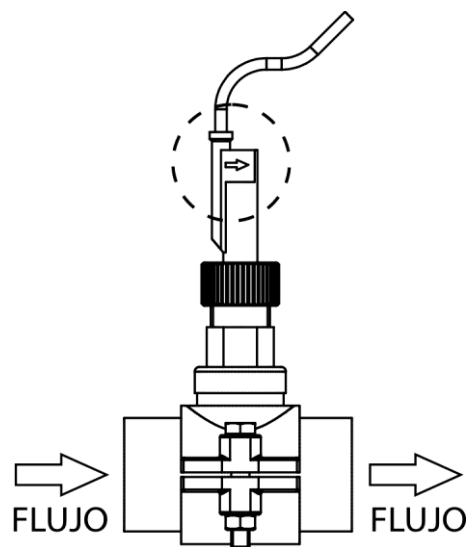

Fig. 9-2
3. Existe una flecha marcada en la cabeza del detector de flujo. Asegúrese que la flecha está paralela al eje de la tubería y apunta a la dirección del flujo de agua (Fig. 9-2).